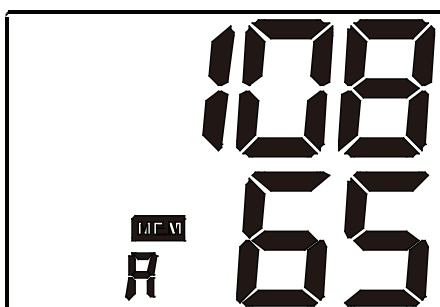
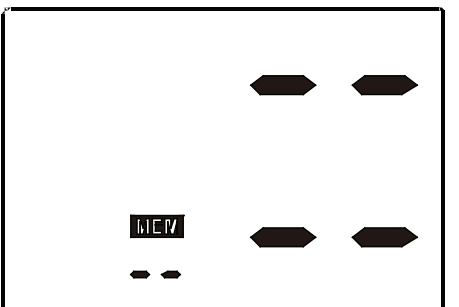

Figura 7-3
Figura 7-5
- c. Após ter selecionado a unidade de memória, a tela LCD visualiza o valor médio das três medições memorizadas nesta unidade, Ver figura 7-3 & 7-4. Se nenhum valor foi memorizado, a tela LCD mostra tracinhos como na figura 7-5.